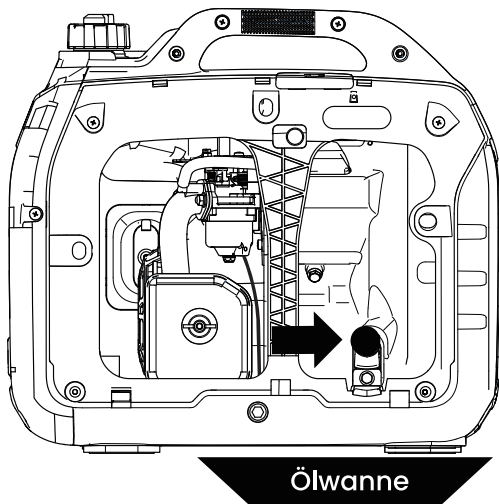

Abbildung 12: Stellen Sie die Ölwanne unter die Öleinfüll-/Ablassschraube
4. Platzieren Sie die Ölwanne (oder einen geeigneten Behälter) unter der Öleinfüll-/Ablassschraube (siehe Abbildung 12).